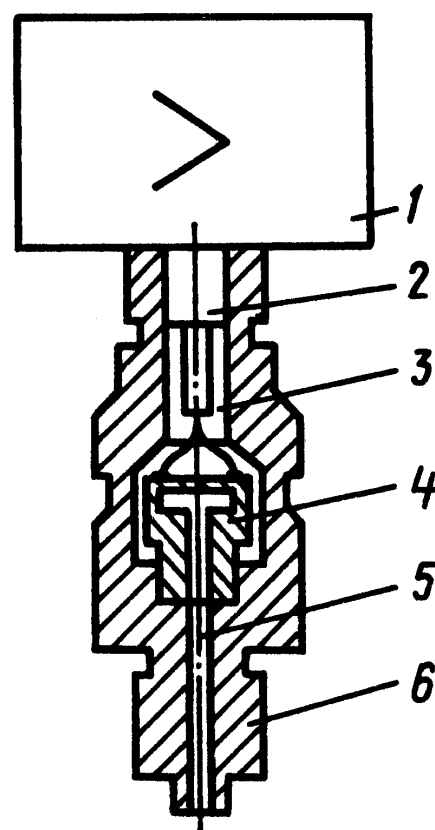

Рис.2.
6.4 Схема преобразователей Сапфир-22М моделей 2151, 2161, 2171, 2351 представлена на рис. 2.
6.5 Преобразователи Сапфир-22М моделей 2051, 2061 отличаются от описанных в п. 6.4 тем, что полость 3 (рис. 2) герметизирована и сигнал передается в электронное устройство 1 по проводам через гермоввод 2.